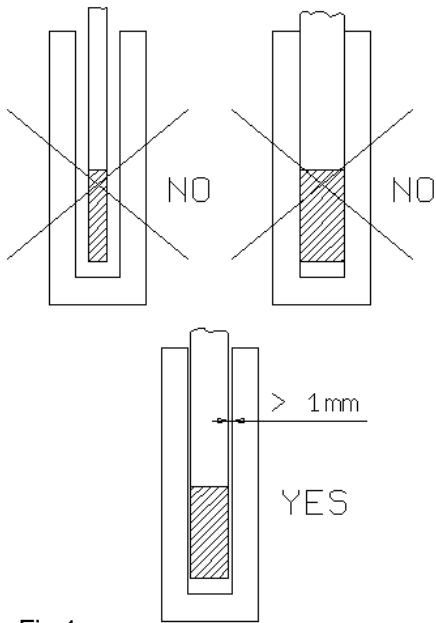

Fig.1
- Überzeugen Sie sich davon, dass der Durchmesser der Bohrung im Kalibrierblock mindestens 1 mm größer ist als der Durchmesser Ihres Prüflings. Falls dies nicht der Fall ist, verwenden Sie den Block mit den nachfolgend genannten Toleranzen (fig. 1).